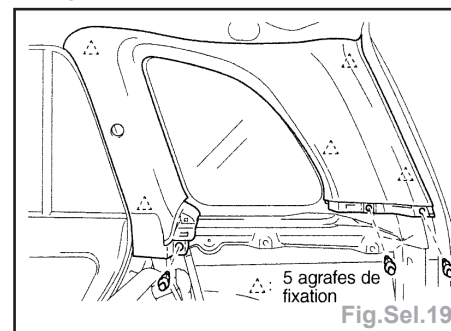

Fig.Sel.19
- les garnissages intérieurs de pavillon (fig.Sel.19),